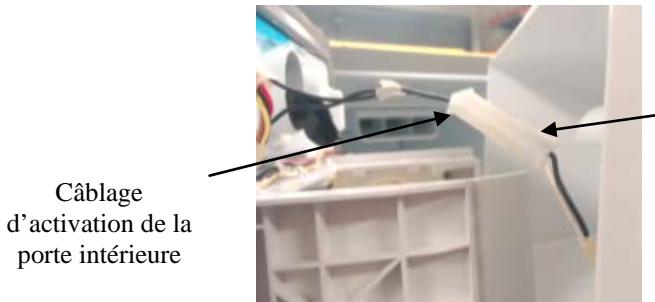

Figure 9 : Interrupteur d'alimentation et câblage
- 7) Vérifier que le câblage du contacteur d'alimentation est bien connecté. Le câble se trouve sur le côté du couvercle de la machine à glaçons, près du fond (**Figure 9**).